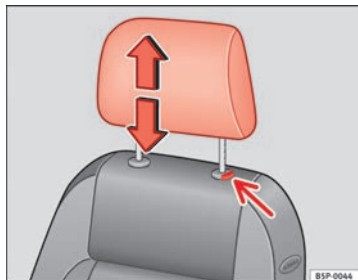

Fig. 71 Poggiatesta: regolazione dell'altezza oppure smontaggio
- Premere il tasto ⇒ fig. 71 (freccia).